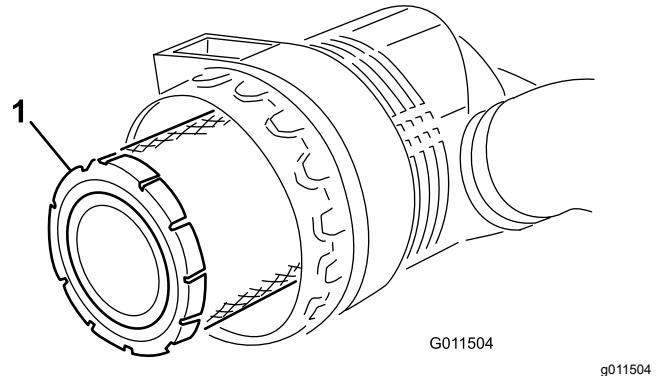

Bild 71
3. Entfernen und wechseln Sie den Hauptfilter aus (Bild 71).